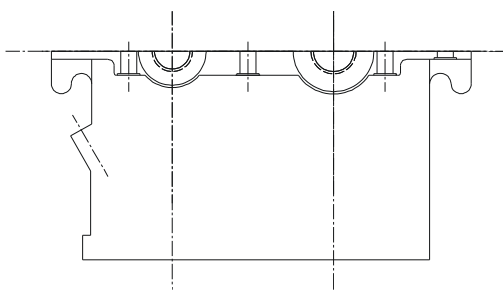

图 8-3-11
STEP 14 把偏移出来的直线转化为中心线，并拉伸。效果如图 8-3-11 所示。